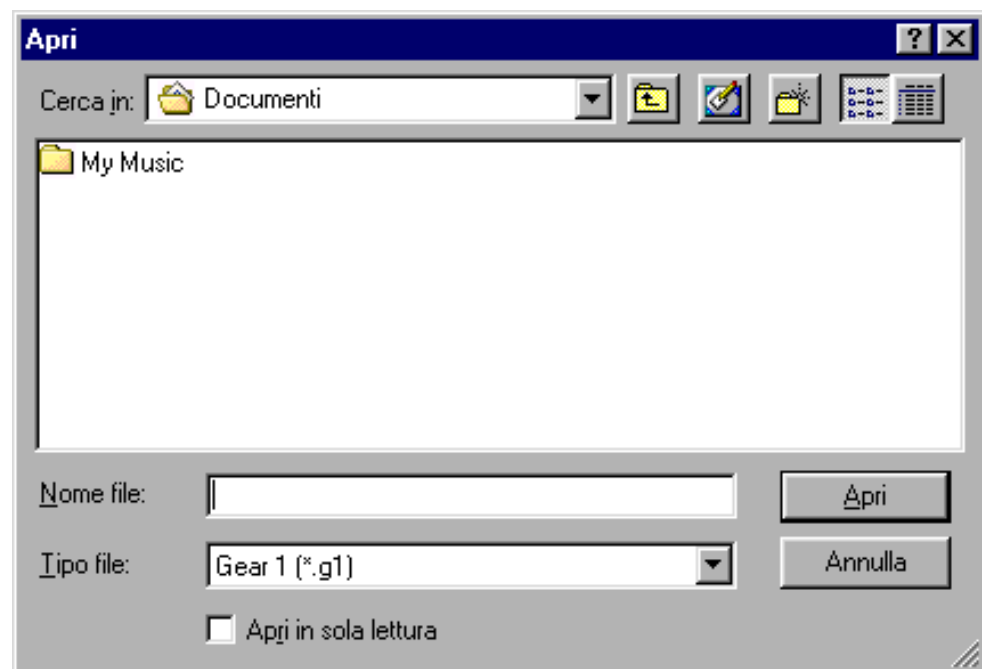

fig.9
- I dati necessari per il calcolo vengono letti dal file memorizzato su disco dal programma "GEAR 1" (vedi fig.9).